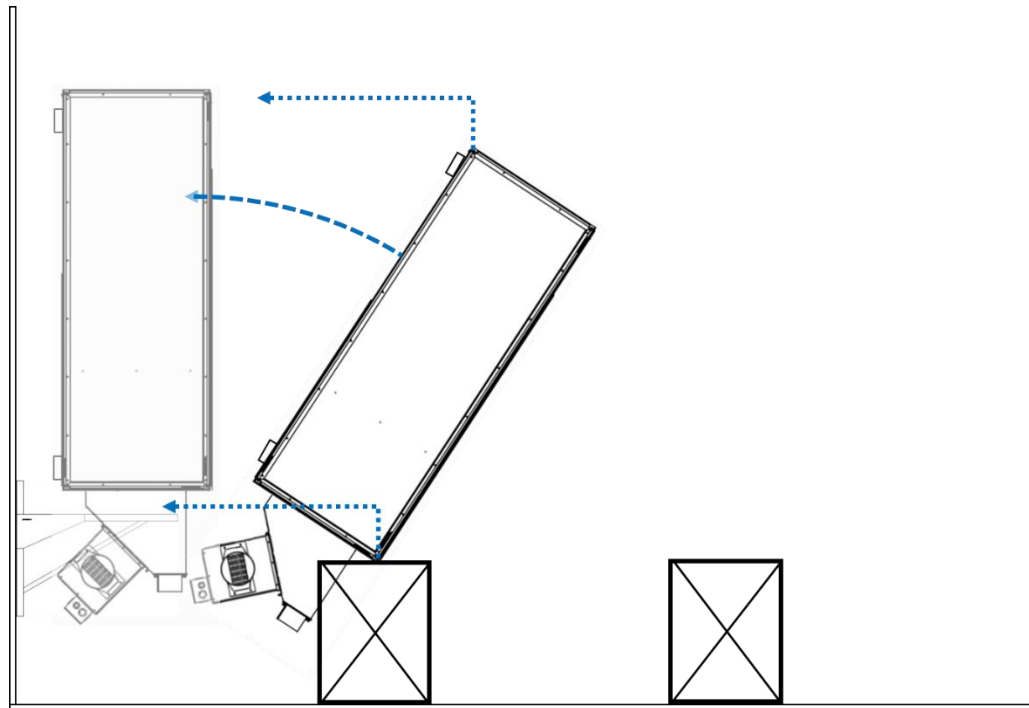

Fig. 33 *S Levage dark-box : Étape 2*
- 2 En évitant les mouvements brusques, soulever l'ensemble du système (4), insérer le prisme avec le projecteur entre les deux supports et placez l'appareil sur les remplir sa verticalisation (Figure 33). Assurez-vous que les murs de remplissage de la dark-box ne reposent sur la structure de support, mais seulement la partie du cadre.